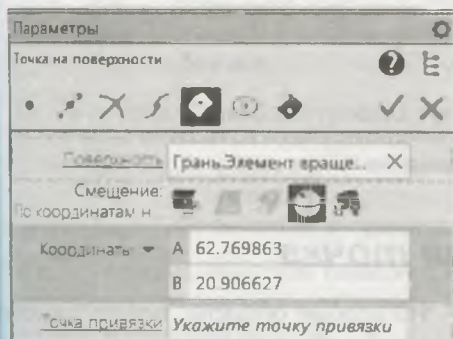

Рис. 20.20. Панель Параметров:
- ◆ укажите грань или плоскость. Наименование указанного объекта отобразится в поле **Поверхность** на панели **Параметры: Точка на поверхности** (рис. 20.20). Фантом точки появится в месте указания;